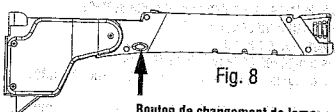

Fig. 8
• Appuyez sur le bouton de changement de lame sur le côté de l'agrafeuse. Voyez la fig. 8.